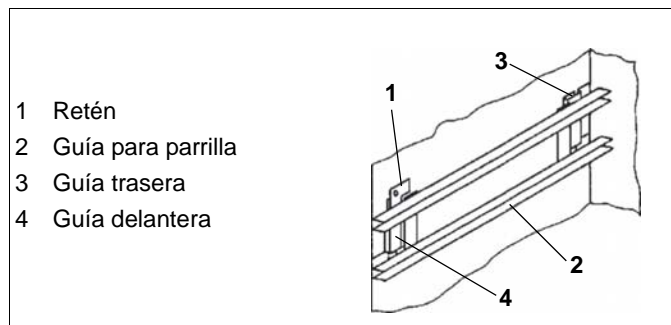

Fig.14 Guía para parrilla
- ⇒ Para limpiar los tubos del horno, es posible extraer las guías para parrilla (2 / Fig.14) y lavarlas.
- ⇒ Levante el retén (1 / Fig.14).
- ⇒ Mueva la guía para parrilla (2 / Fig.14) hacia delante 2 cm aproximadamente frente al centro del horno.
- ⇒ Extraiga la guía (3 / Fig.14) tirando hacia delante.
- ⇒ Introduzca la guía para parrilla (2 / Fig.14) en la guía trasera (3 / Fig.14).
- ⇒ Introduzca la guía delantera (4 / Fig.14); presione la superficie contra la pared lateral y fijela con el retén (1 / Fig.14).